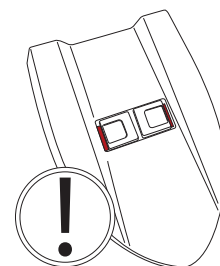

Fig.20
- Aplique uma pressão sobre a tampa sentir o engate dos dois fechos deslizantes no depósito de recolha; os dois fechos deverão deslocar-se ambos para fora da tampa (Fig.20).
A tampa está instalada corretamente quando o fundo **VERMELHO** presente nas sedes dos dois fechos **NÃO** está visível (Fig.20).